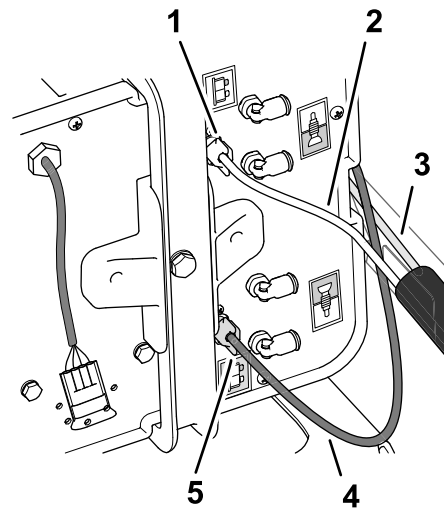

Bild 5
3. Verlegen Sie das freie Ende des durchsichtigen Schlauchs (92 cm) vom Anschlussstück des Deckels zum Anschlussstück an der Seite des Kompressors mit der weißen Druckmutter (Bild 4 und Bild 5).
4. Nehmen Sie die weiße Druckmutter (Bild 5) ab und montieren sie am durchsichtigen Schlauch (92 cm).
5. Montieren Sie den durchsichtigen Schlauch und die weiße Druckmutter im Anschlussstück an der Seite des Kompressors und ziehen Sie die weiße Druckmutter mit der Hand an (Bild 5).
6. Nehmen Sie die blaue Druckmutter vom Anschlussstück an der Seite des Kompressors ab (Bild 5).
7. Montieren Sie die blaue Druckmutter am blauen Schlauch (Bild 5) der Schaumdichtenschläuche (4,9 m).
8. Montieren Sie den blauen Schlauch und die blaue Druckmutter im Anschlussstück an der Seite des Kompressors und ziehen Sie die blaue Druckmutter mit der Hand an (Bild 5).